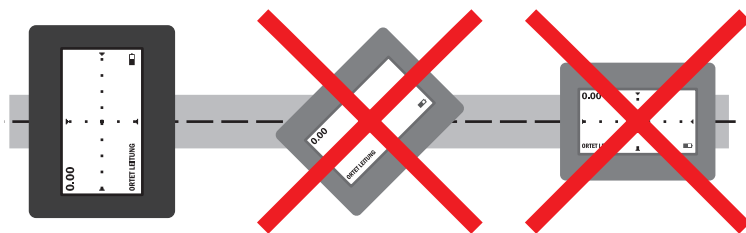

Fig. 38: Ajuste de localización **RED Y SEÑAL MAX.** – Alineación correcta del Receptor sobre la tubería (izquierda)
5. En necesario alinear correctamente el Receptor para poder determinar la profundidad (Fig. 38). Gire el Receptor de tal manera que la pantalla esté alineada transversal a la tubería. Compruebe la alineación aún cuando la instrucción **EN LINEA** no aparezca en el recuadro de instrucciones.